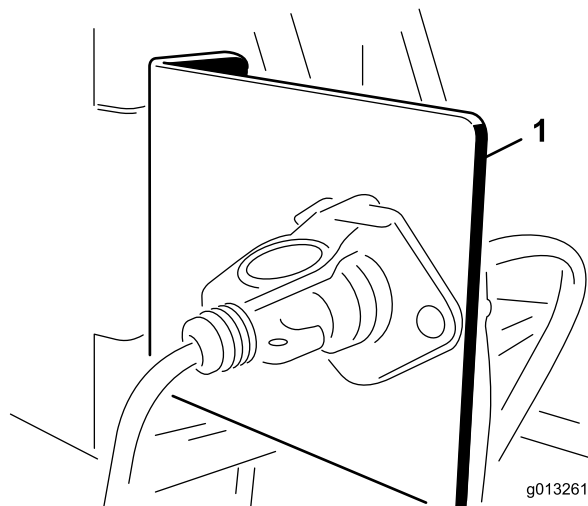

図 11
1. 電気ソケットブラケットを牽引車両後部の適当な場所に取り付け固定する付属のブラケット2種類のうちの1つを使用する 図 11。